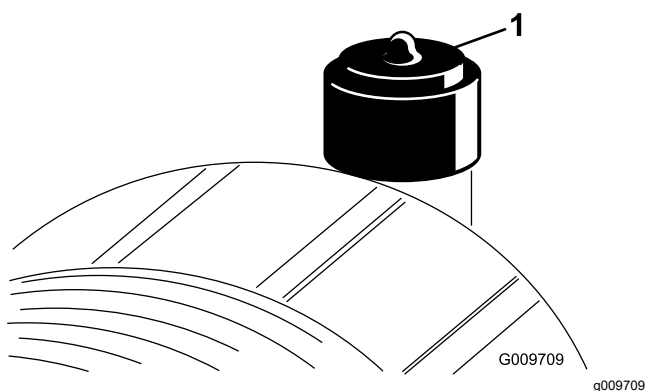

Figura 52
Revise el filtro del limpiador de aire únicamente cuando el indicador de mantenimiento (Figura 52) lo requiera. El cambiar el filtro antes de que sea necesario sólo aumenta la posibilidad de que entre suciedad en el motor al retirar el filtro.
8. Reinicie el indicador (**Figura 52**) si se ve rojo.